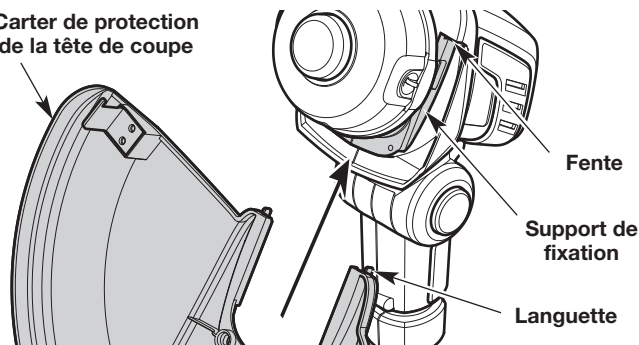

Fig. 1
1. Faites glisser le bouclier de la tête de coupe sur le support de fixation (Fig. 1). Assurez-vous que les pattes du bouclier de la tête de coupe sont complètement insérées dans les fentes du support de montage (Fig. 1).